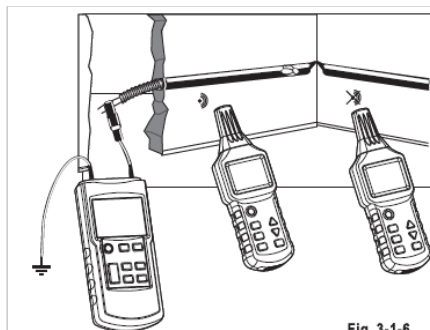

Fig. 3-1-6
- Vysílač je připojen ke kovové šroubovitě trubce (kovová trubka nebo ohebné potrubí) a přidavnému zemnicímu kabelu jako na obrázku Fig 3-1-6